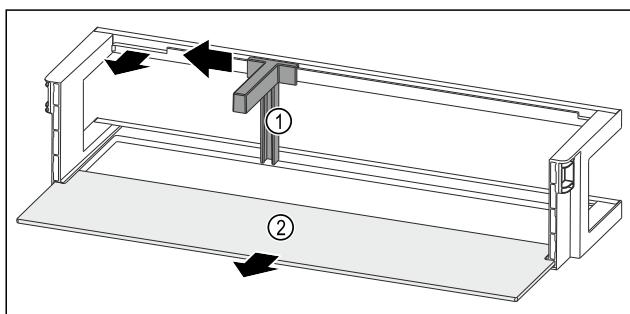

Fig. 91 Dørhylde med flaskeholder og hylde
- Skub flaskeholderen Fig. 91 (1) til siden indtil udsparringen.
- Tag flaskeholderen Fig. 91 (1) ud.
- Tag hylden Fig. 91 (2) ud.